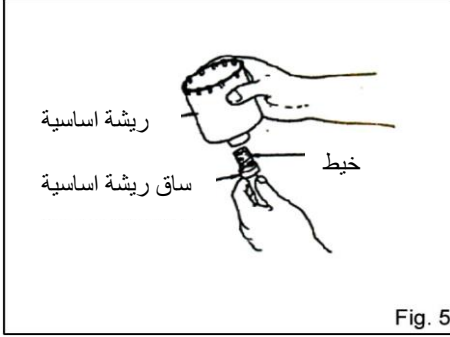

Fig. 5
- (1) براغي الريشة الأساسية على ساق الريشة الأساسية (Fig. 5)
إزالة وفحص فرشاة الكربون بانتظام. استبدال عند ابلائها أسفل إلى علامة الحد. (Fig. 5). الحفاظ على فرش الكربون نظيفة وحررة في الانزلاق في الأصحاب. وينبغي استبدال كل من فرشاة الكربون في نفس الوقت. استخدام فرشاة الكربون متطابقة فقط (Fig.11)